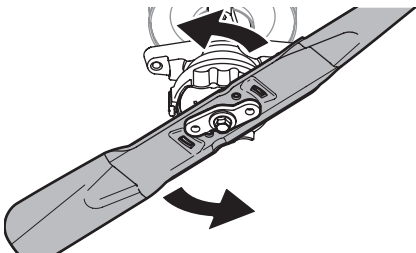

Figura 45
4. Mientras sostiene el collarín en la posición hacia arriba, rote la cuchilla en sentido contrario a las agujas del reloj para liberarla del collarín. Consulte la Figura 45.